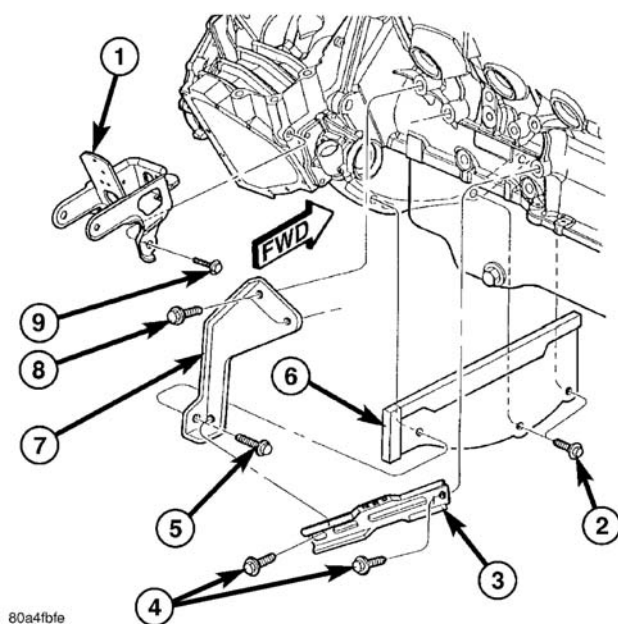

图 106 动力系统支柱和变速桥箱盖
- (1) 拔掉蓄电池负极，拔出发动机机油尺。
- (2) 用吊车吊起车辆，并排放发动机机油。
- (3) 拆卸驱动皮带挡泥板。
- (4) 卸下支柱至变速桥装接螺栓（图 106）。拧松至发动机体的装接螺栓。
- (5) 卸下变速桥箱盖（图 106）。
(4) 将外壳安装至变速桥箱 (图 106)。
(5) 将螺柱安装至变速桥壳体 (图 106)。拧紧所有的弯曲拉杆螺栓。
(6) 安装驱动皮带防溅板。
(7) 放下车辆并安装油尺。